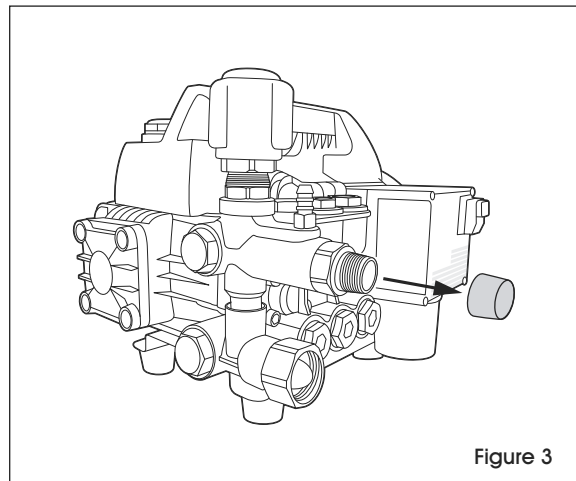

Figure 3
1. Remove red cap from outlet as shown. (See Figure 3)
1. Enlevez le bouchon rouge du raccord du tuyau comme indiqué. (Voir Figure 3)